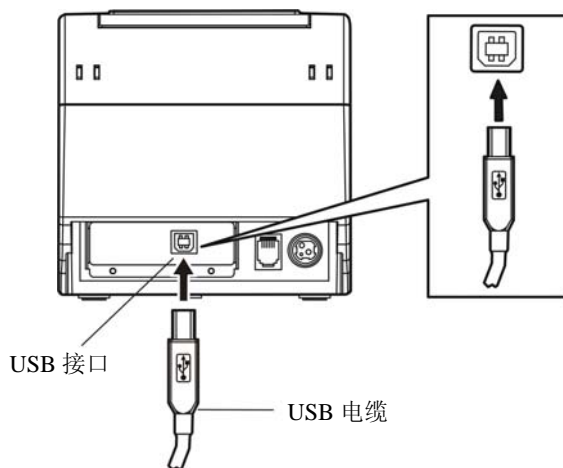

图 2-3 连接 USB 电缆
1. 将 USB 电缆的 A 端插头（方型）插进打印机的 USB 接口插座中（如图 2-3 所示）。